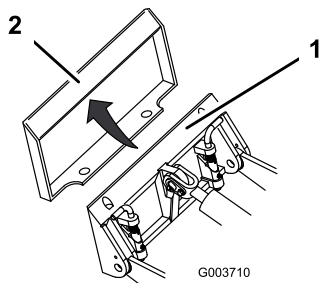

Figure 24
4. Placez la plaque de montage dans le bord supérieur de la plaque réceptrice de l'accessoire (Figure 24).